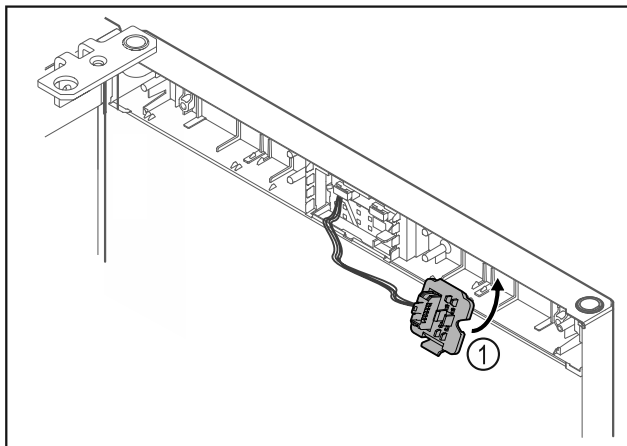

Fig. 17
- Uglavite držač utikača Fig. 17 (1) na suprotnu stranu.